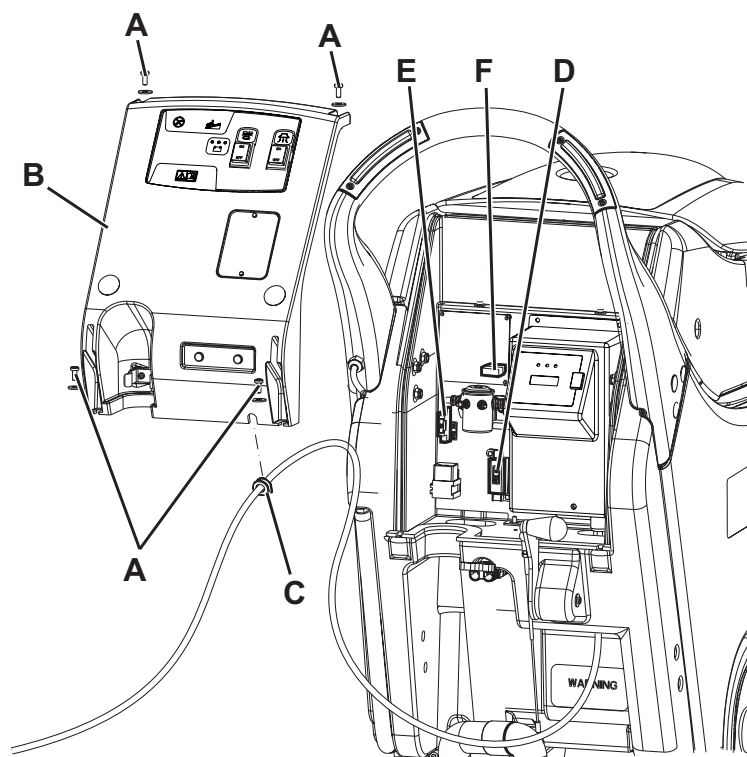

Figure 10
1. Débrancher le connecteur (8) des batteries.
2. Déplacer le tuyau de vidange de l'eau de récupération (11).
3. Si équipé, déposer le câble du chargeur de batterie du logement (5).
4. Déposer les vis (A, Fig. 10) et déplacer le tableau (B) avec soin en dégagant la bague en caoutchouc (C) de son logement dans le tableau (B).
- (D) Fusible F1 (40 A), tête brosse
- (E) Fusible F2 (30 A), système d'aspiration
- (F) Fusible F3 (5 A), carte électronique